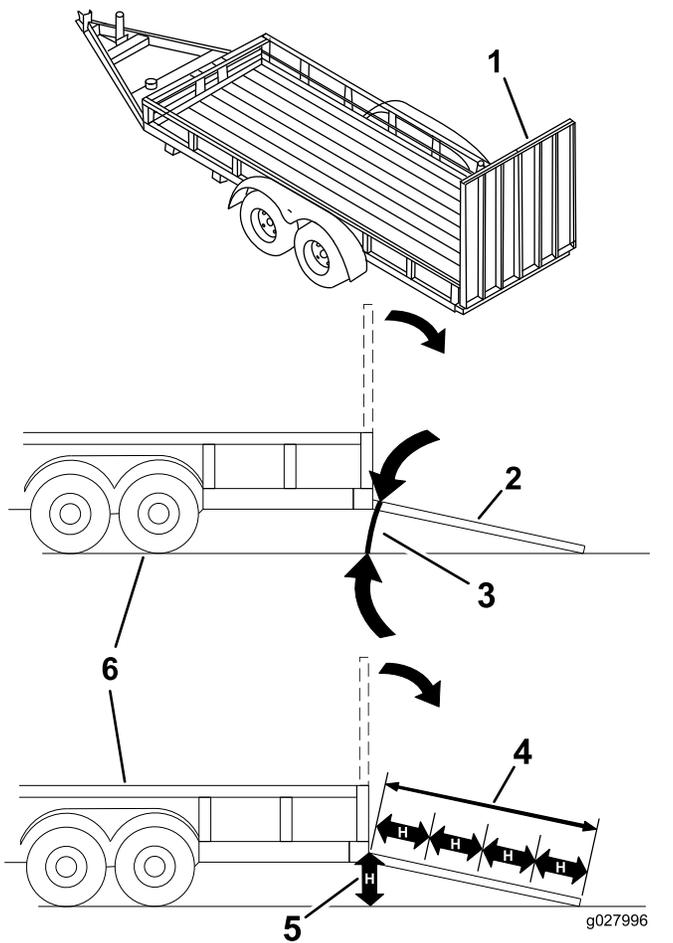

Figure 25
Le chargement de la machine sur une remorque ou un camion augmente le risque de basculement et donc de blessures graves ou mortelles (Figure 25).
1. Abaissez la rampe pour que l'angle avec le sol ne dépasse pas 15 degrés (Figure 25).